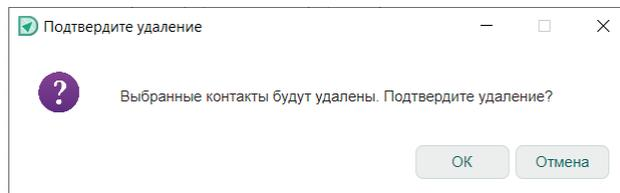

Рис. 264 Окно «Подтвердите удаление»
3. В окне «Подтвердите удаление» нажмите «ОК» для завершения операции удаления или нажмите «Отмена» для отмены операции, см. Рис. 264.